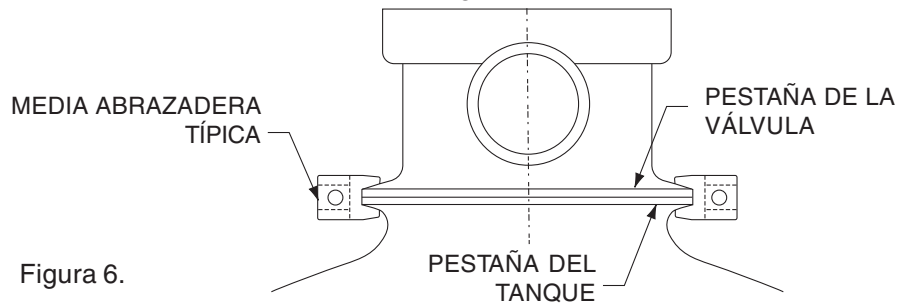
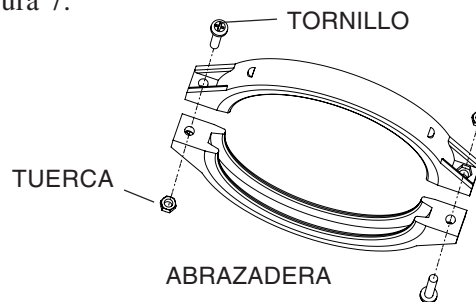

Figura 6.
Figura 7.
7. Asegúrese que la válvula este firmemente empujada hacia arriba del tanque y que la pestaña del tanque y la pestaña de la válvula estén en contacto con si mismas. Vea la Figura 6.
8. Ahora puede ser instalada La abrazadera de plástico. Ponga la mitad de la abrazadera sobre la pestaña de la válvula y la pestaña del tanque como esta señalado en la Figura 6. Inserte los tornillos y tuercas de la válvula en la mitad de la abrazadera asegurándose que las tuercas estén localizadas en la parte hexagonal de la abrazadera. Refierase a la Figura 7.